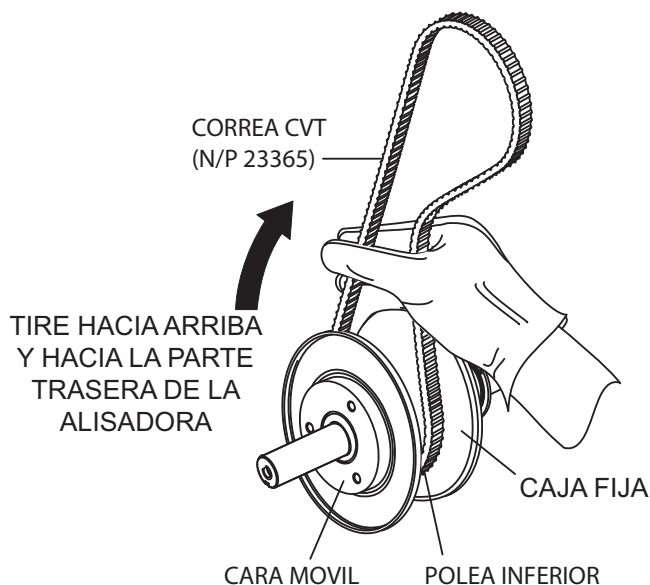

Figura 31. Sujeción de la polea inferior en posición abierta
1. Ponga la nueva correa CVT sobre la polea inferior. Apriete la correa (Figura 31) y tire la correa hacia arriba y hacia la parte trasera de la alisadora. Así se separarán las caras de la polea de impulsión inferior.